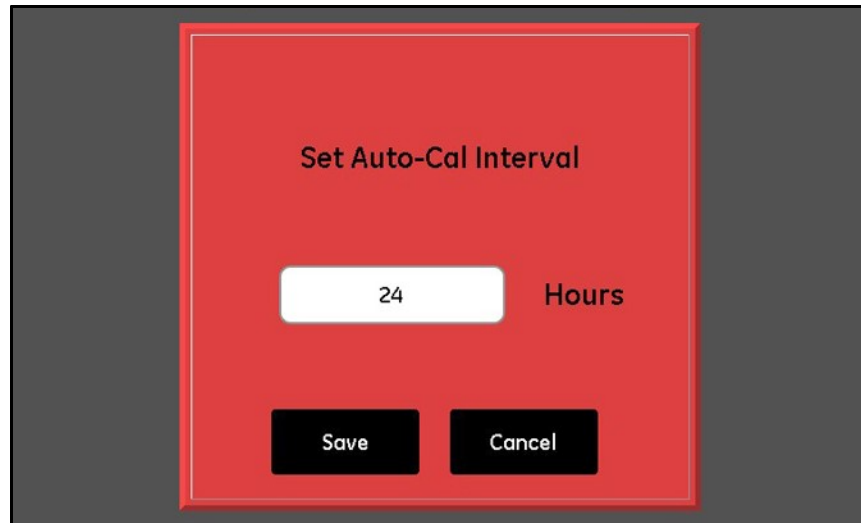

Figura 57: Pantalla Establecer intervalo de calibración auto.
1. En la ventana *Configuración de sonda*, pulse el botón **Configuración de calibración automática** para acceder a la pantalla *Establecer intervalo calibración auto.* de la sonda deseada (consulte la *Figura 57*).